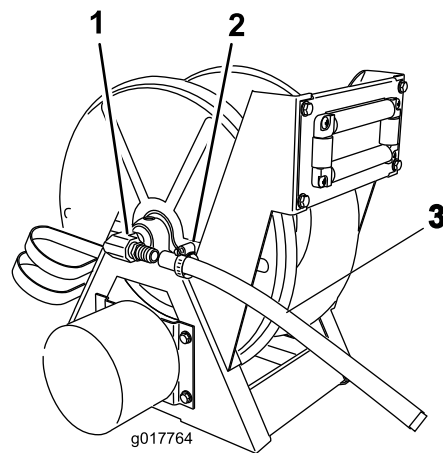

Рисунок 11
- Установите конец шланга на прямоугольный штуцер шлангового барабана в сборе, со стороны бака (Рисунок 11).